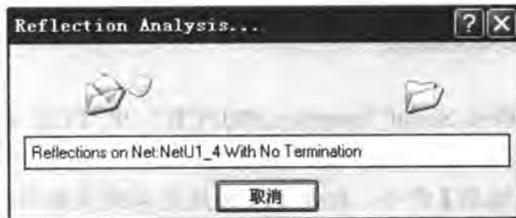

图 12-46 运行反射分析
- [3] 单击  按钮, 返回【信号完整性】对话框中, 单击  按钮, 系统开始运行反射分析, 如图 12-46 所示。